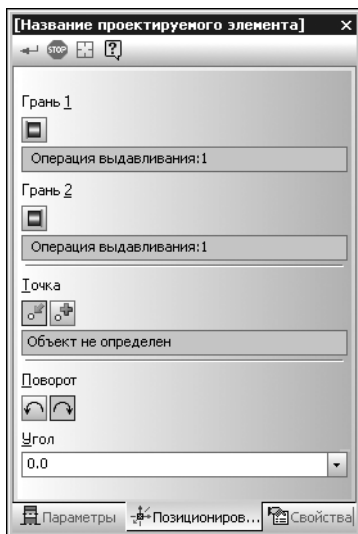

Рис. 11.2.
1. Раскройте на панели свойств вкладку **Позиционирование** (рис. 11.2). На ней содержатся элементы управления, название и назначение которых приведены в таблице 11.1 на с. 182.